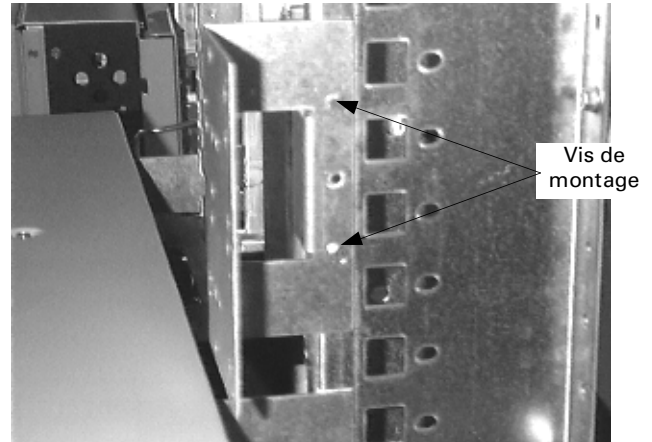

Figure 2. Installation du soutien de montage dans le panneau de distribution.
2. **Monter le soutien de montage amovible.** Installer le soutien de montage (retiré de l'interrupteur à l'étape 1) sur le panneau de distribution avec les deux vis autotaraudeuses fournies, tel que montré à la Figure 2. Serrer les vis à 27–32 lb.-po.